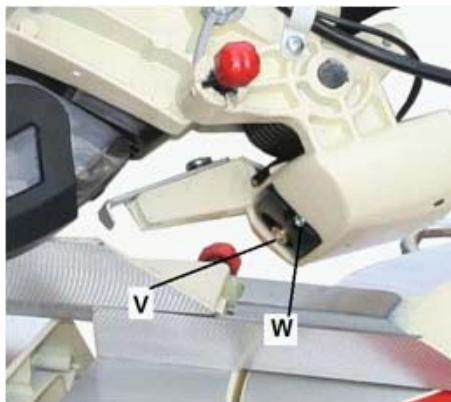

Рис. 9
- Лазерний покажчик (V, Рис. 9) необхідно налаштовувати таким чином, аби промінь сполучився з лінією розпилю.
- Використовуйте гвинт (W) для налаштування.